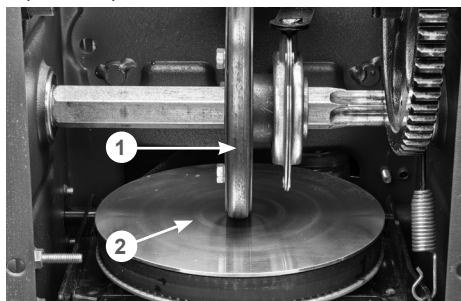

Рис. 41. Обслуживание трансмиссии
не позволяет устранить проблему, возможно, фрикционное колесо 3 (Рис. 41) полностью износилось и его необходимо заменить.
Не допускайте попадания смазки на резиновое фрикционное колесо 3 и ведущий диск 4 (Рис. 41).
5. Проверьте состояние фрикционного колеса 3 (Рис. 41). Если высота резинового кольца относительно фрикционного колеса 2 мм и менее, если на резиновом кольце имеются повреждения и разрывы, фрикционное колесо необходимо заменить.